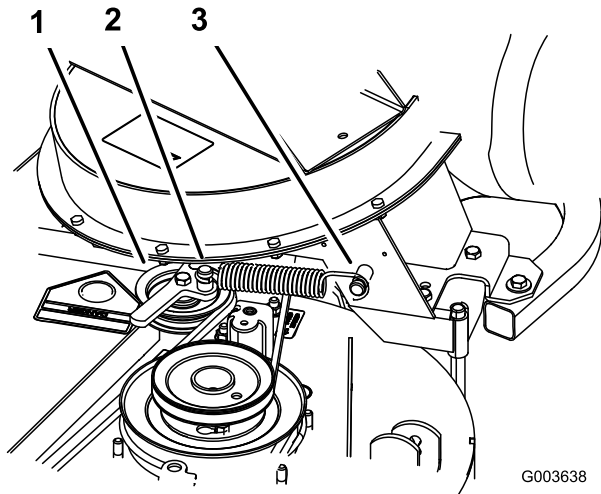

Figura 40
6. Montate la molla come illustra Figura 40.